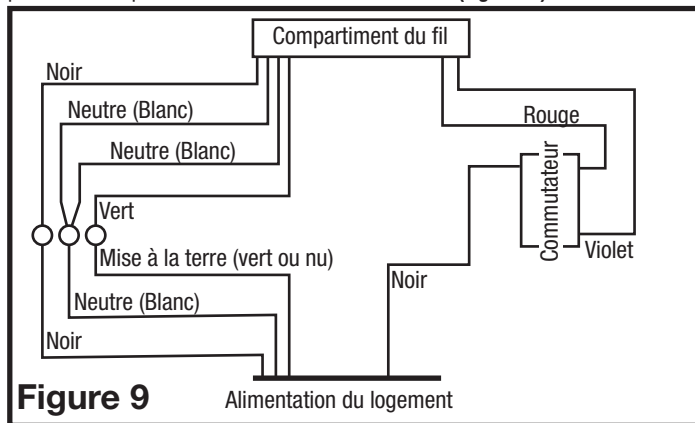

Figure 9
2. **Ventilation continue:** Fixez les fils électriques au logement avec une prise électrique approuvée. Pour les ventilateurs à deux vitesses, raccordés pour une ventilation continue. Connectez les fils blanc du ventilateur au fil blanc (neutre) de la source d'alimentation. Connectez le fil de terre de la maison au fil vert du boîtier du ventilateur. Connectez le fil noir du ventilateur au fil noir (chaud) de la source d'alimentation. Utilisez un interrupteur à bascule standard duplex, correctement mis à terre (comme Leviton 5224-2W, non inclus) pour relier le fil noir de la source d'alimentation à un côté de l'interrupteur du haut et du bas. Connectez le fil rouge (lumière) du boîtier du ventilateur à l'autre côté de l'interrupteur du haut et connectez le fil violet (veilleuse) du boîtier du ventilateur à l'autre côté de l'interrupteur du bas. Utilisez un deuxième interrupteur à bascule standard duplex, correctement mis à terre, pour relier le fil jaune chaud du ventilateur à l'entrée de l'interrupteur. Connectez le deuxième fil jaune du ventilateur au côté de sortie du commutateur. Fermer l'interrupteur changera la vitesse de normale à haute vitesse (Figure 9).